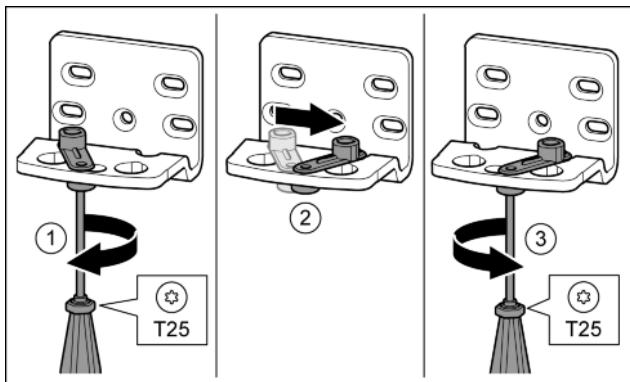

Fig. 17
- Отпустить винт отверткой T25. *Fig. 17 (1)*
- Приподнять фиксатор двери и, повернув на 90° вправо, вставить в отверстие. *Fig. 17 (2)*
- Затянуть винт отверткой T25. *Fig. 17 (3)*